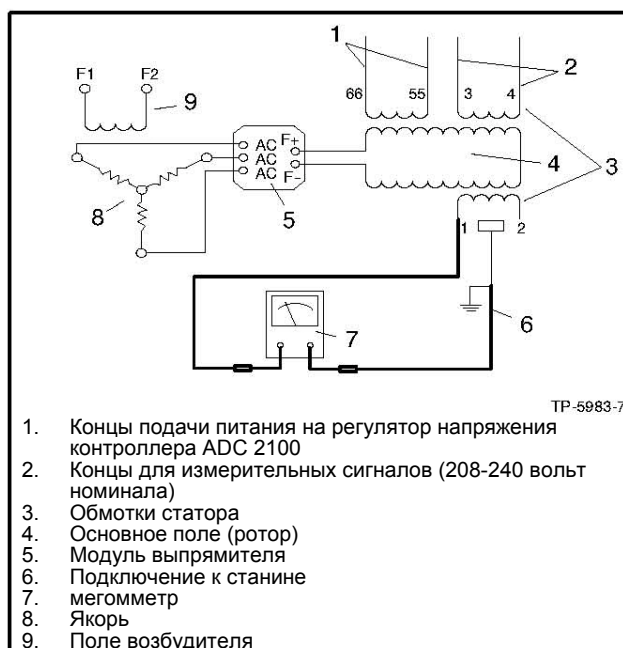
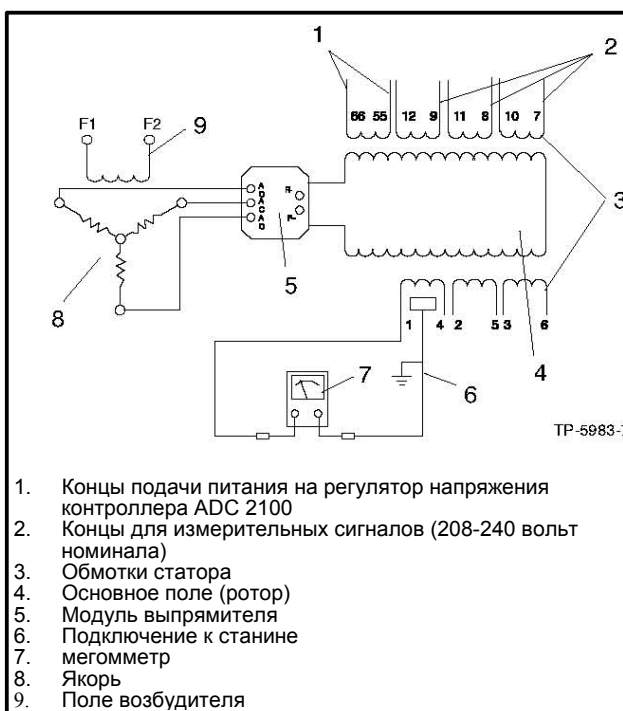

Рисунок 8-15 Подключение мегомметра к однофазному статору
Рисунок 8-16 Подключение мегомметра к трехфазному статору
- Проверить статор на закороченность на землю с помощью мегомметра. Как подключать мегомметр см. Рисунок 8-15 (для одной фазы) и Рисунок 8-16 (3 фазы). Подать 500 вольт постоянного тока на любой вывод статора с любой обмотки и станины статора. Следуйте инструкциям завода-изготовителя при использовании мегомметра. Повторите испытание на других концах до тех пор пока не проверите все обмотки статора. Показание примерно 1.5 МОм и выше указывает на то, что статор работает нормально. Показания ниже 1,5 МОм указывают на потерю свойств изоляцией обмоток и возможную утечку тока на землю; в таком случае следует заменить ротор.